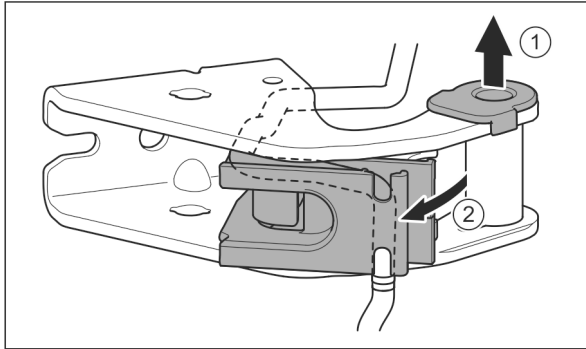

Fig. 24
- ▶ Lagerbussen uit de geleiding trekken. Fig. 24 (1)
- ▶ Kabelhouder naar buiten draaien. Fig. 24 (2)